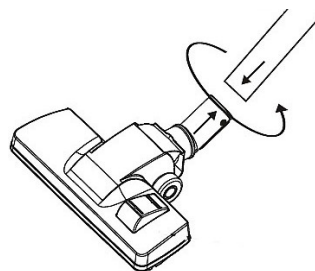

Fig. 8: Montaje del cepillo para suelos
Paso 6: Conecte el tubo de aspiración al cepillo para suelos (fig. 8) o a cualquier otro accesorio que desee. Gire el tubo de aspiración para asegurar una conexión firme.